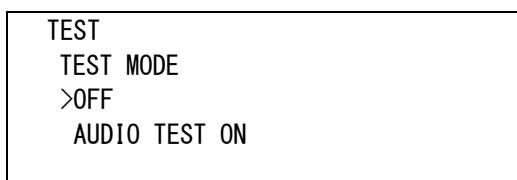

図4-85 テストモードメニュー(TEST MODE例)
- 1) TEST メニューで「TEST MODE[TSMO]」を選択し、**ENTER** ボタンを押すと図 4-85 のような設定メニューが表示されます。
(58) AUDIO CONFIG